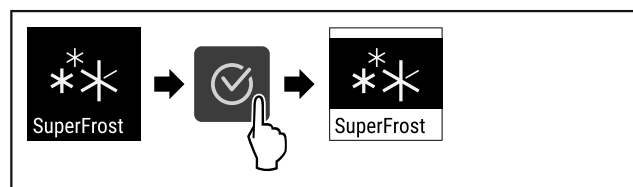

Fig. 65
- ▶ Følg anvisningene (se Fig. 65) .